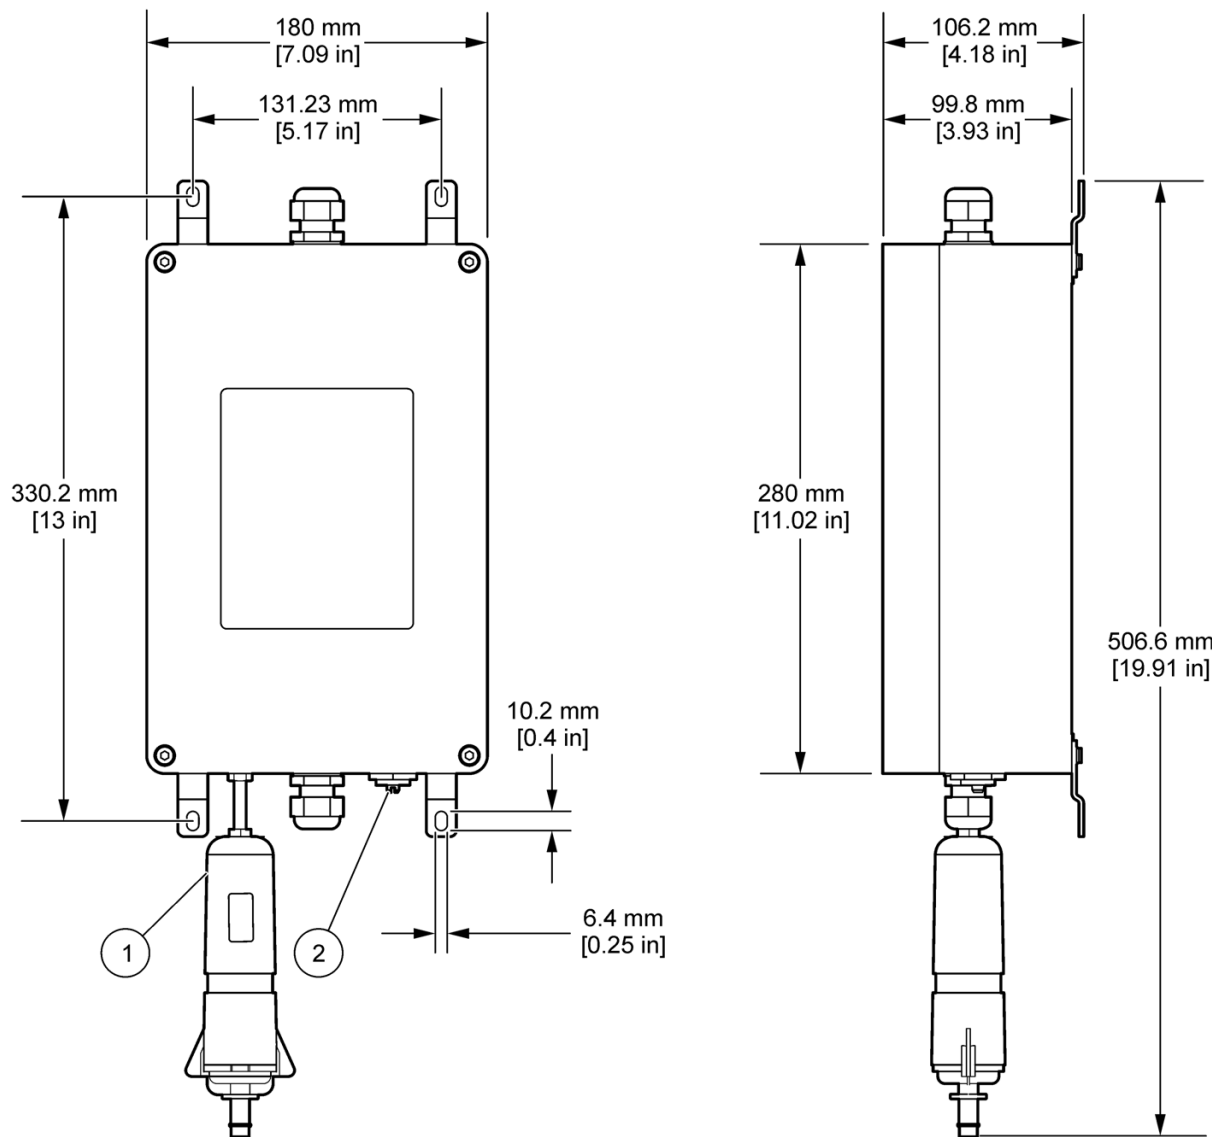

Abbildung 2 Abmessungen der Trennbarriere
1. Montieren Sie die Trennbarriere an einer Wand in einer nicht explosionsgefährdeten Umgebung (Abbildung 2 auf Seite 11).
11. Schließen Sie einen Schutzerdungsleiter an die Erdungsbrücke der Trennbarriere (Abbildung 2 auf Seite 11) an, wenn örtliche Vorschriften oder Behörden einen solchen Anschluss zulassen oder fordern. Verwenden Sie bei Bedarf einen Kupferdraht mit AWG 9 oder höher.